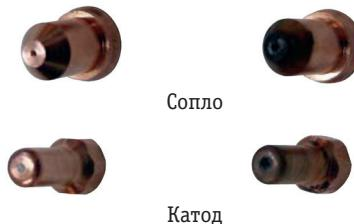

Рис. 7.6. Износ сопла и катода.
• Степень износа быстроизнашиваемых частей (см. рис. 7.6).